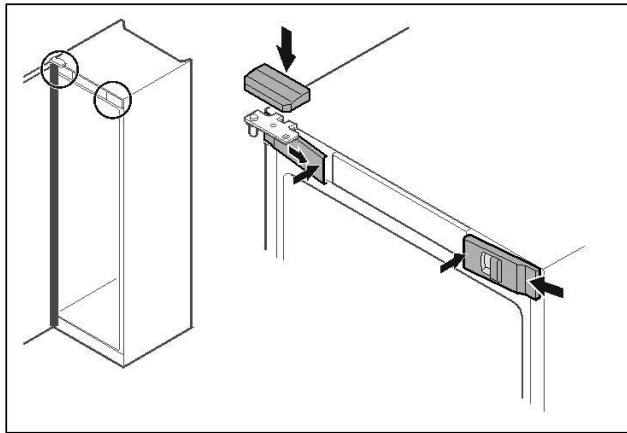

Fig. 47
- || Voorste afdekkingen Fig. 47 (1) zijdelings aanbrengen en van binnen vastklikken.
- || Bovenste afdekking Fig. 47 (2) van boven vastklikken.